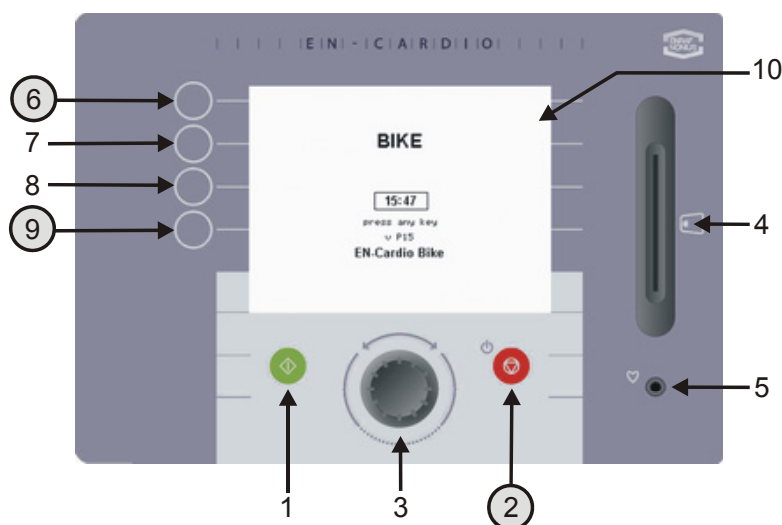

Abbildung 13 Änderung der Einstellungen im Stand-By – Fenster
1. Betätigen Sie die Stopptaste (2) im Stand-by fenster (Abb. 13) und halten Sie sie 5 Sekunden lang fest.